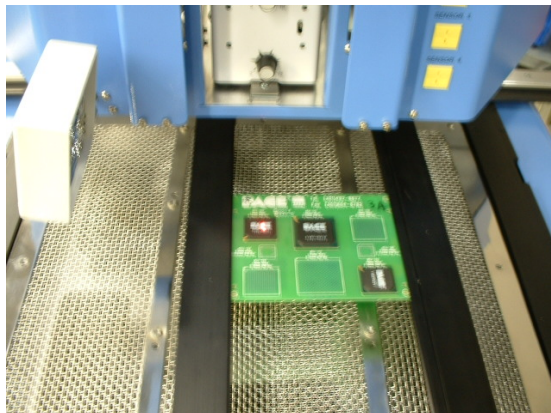

Figura 20
- ii. Posizionare la scheda in modo che la luce rossa del laser di puntamento sia approssimativamente nel centro del componente. Per spostare la scheda in avanti e all'indietro semplicemente spostare il PCB nei bracci. Per spostare il gruppo a sinistra e a destra spingere la maniglia di rilascio lontano dall'operatore e spostare il gruppo. Tirare la maniglia di rilascio verso l'operatore per fissare il gruppo. (Figura 20)